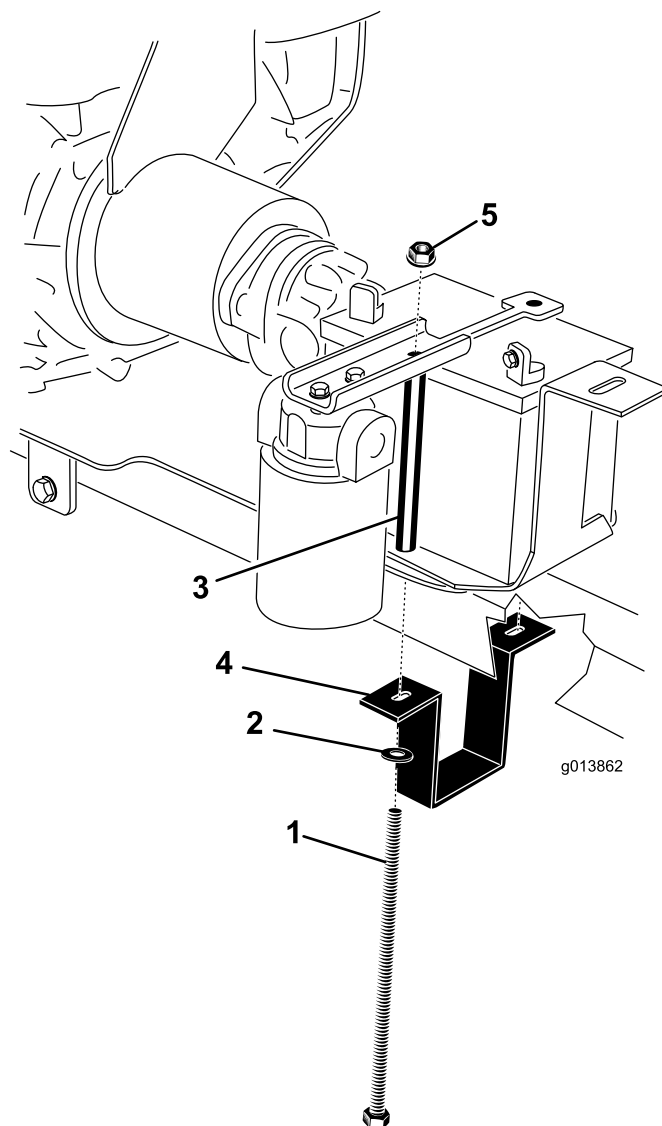

Figura 8
1. Barra del enganche 2. Pernos de montaje (2)
21. Ajuste el soporte de montaje del motor de manera que quede apretado contra la barra de enganche. Termine de apretar los dos pernos que sujetan los soportes de montaje del motor a la placa de montaje del motor (Figura 8).
23. Coloque la batería en la bandeja, posicionando los bornes según se indica en Figura 8.
24. Coloque la pletina de sujeción de la batería en la batería (Figura 8).
25. Sujete el soporte de montaje de la batería alrededor de la parte inferior de la barra de enganche (Figura 8).
26. En el lado derecho, instale un perno de la batería a través de la arandela, el soporte de montaje de la batería, la placa de montaje del motor, la bandeja de la batería y la pletina de sujeción. Instale provisionalmente una tuerca con arandela prensada (Figura 8).
27. En el lado izquierdo, instale un perno de la batería a través de la arandela, el soporte de montaje de la batería, la placa de montaje del motor, la bandeja de la batería, el tubo del perno de la batería y la pletina de sujeción. Instale provisionalmente una tuerca con arandela prensada (Figura 8).